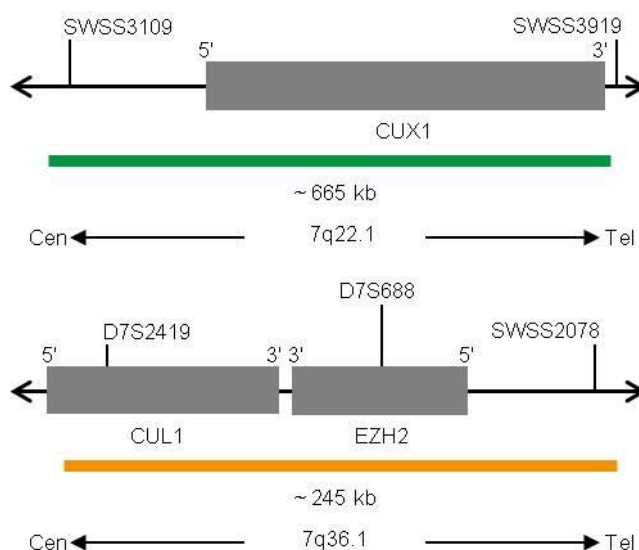

Fig. 1: Em cima: Mapa de sondas SPEC CUX1, em baixo: Mapa de sondas SPEC EZH2 (não à escala)
- Polinucleótidos marcados com ZyGreen (excitação 503 nm/emissão 528 nm) (~10,0 ng/μl), que têm como alvo sequências mapeadas em 7q22.1* (chr7:101,270,255-101,934,924) que albergam a região do gene CUX1 (ver Fig. 1).
- Polinucleótidos marcados com ZyOrange (excitação 547 nm/emissão 572 nm) (~4,5 ng/μl), que têm como alvo sequências mapeadas em 7q36.1* (chr7:148,402,839-148,647,927) que albergam a região do gene EZH2 (ver Fig. 1).